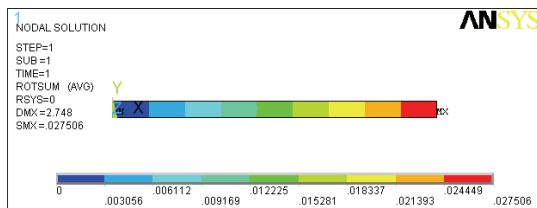

图 6-27 总转动位移等值线图
5) 选择 Main Menu | General Postproc | Plot Results | Contour Plot | Nodal Solu 命令, 出现 Contour Nodal Solution Data 对话框, 在 Item to be contoured 列表框中选择 Nodal Solution | DOF Solution | Rotation vector sum, 单击 OK 按钮, ANSYS 窗口将显示如图 6-27 所示的总转动位移等值线图。